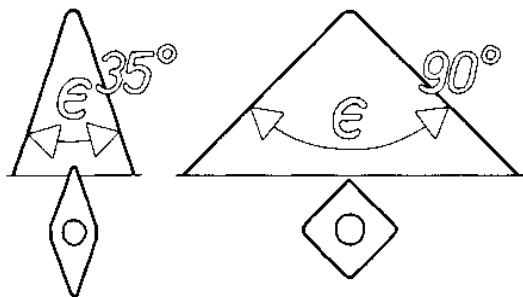

Рисунок 2
5. Угол, показанный на рис.2 называется углом: